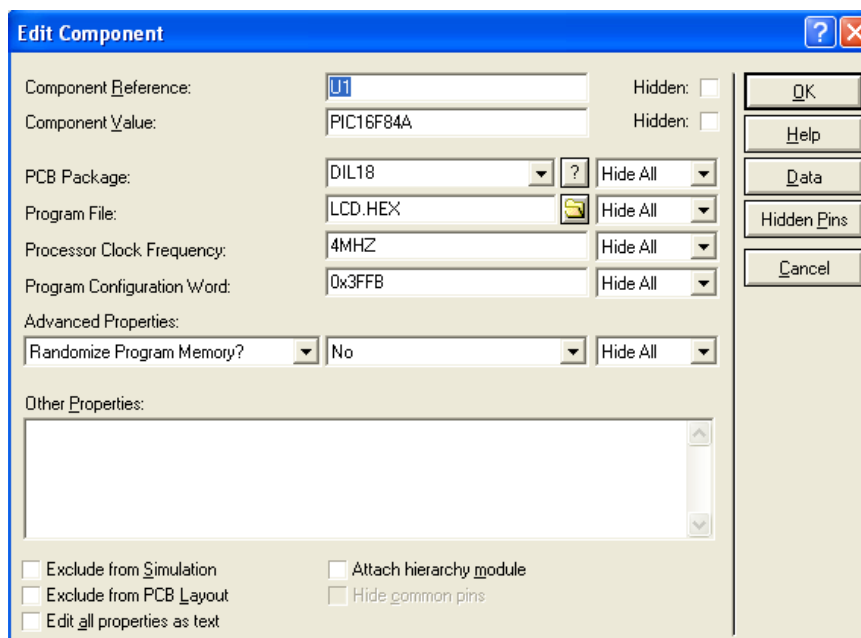

Figura 37: Janela *Edit Component*.
**OBS:** O arquivo .HEX gerado será linkado ao microcontrolador. Para confirmar a existência do .HEX no microcontrolador, selecione-o com o botão direito do mouse e clique sobre o menu **Edit Properties...** Abrirá a janela, **Edit Component**, representada pela figura 37.